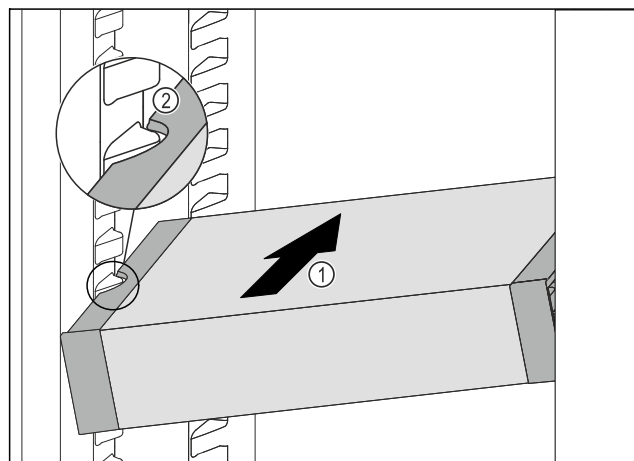

Fig. 101
- ▶ Împingeți VarioSafe oblic în frigider Fig. 101 (1), până când degajările laterale Fig. 101 (2) ale VarioSafese află la înălțimea nervurii recipientului din frigider.